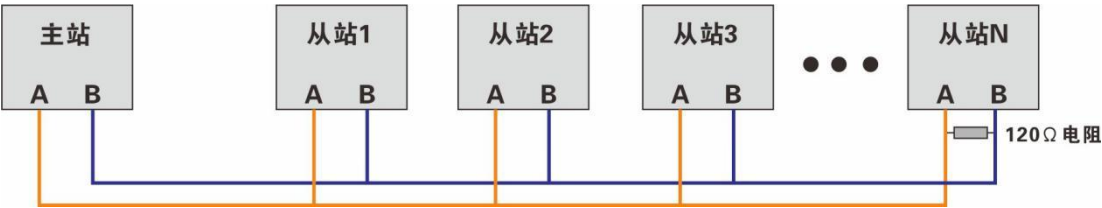

图 7.4
- 2、总线上挂接的设备较多时为避免信号反射应在距离最远的一台设备通信口 AB 间并接一个 120 欧姆匹配电阻如图 7.4。